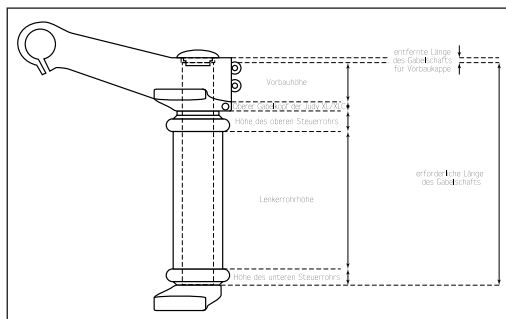

Fig. 3
3. Es kann erforderlich sein, das Gabelschaftrohr der RockShox-Gabel auf die richtige Länge zu kürzen. Um das Gabelschaftrohr zu kürzen, müssen Sie die oberen Rohre ausbauen. Dies ist nötig, da sonst die oberen Rohre im Weg sind, wenn Sie das Gabelschaftrohr absägen. Die Länge des Gabelschaftrohrs hängt von folgenden Bauteilen ab: Länge der Gabelschaftrohr-Klemmung am oberen Gabelkopf der Judy XLC, Länge der Klemmung des Vorbaus, Länge des Steuerrohrs des Rahmens, sowie obere und untere Bauhöhe des Steuersatzes (s. Abb. 3). Um die Montage zu erleichtern, sollten Sie den oberen